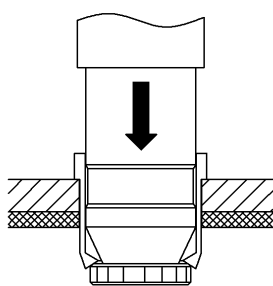

図 3
12) インサートコアが穿孔部に挿入され、インサートコアのツバ部が管表面に当たる。(図 3)